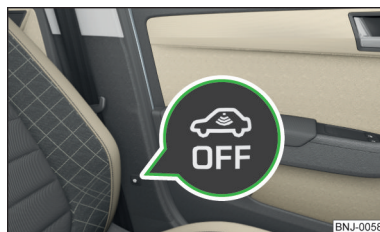

Fig. 36
- Premere il tasto  sul montante centrale lato guida » fig. 36, nel tasto si accende il simbolo .